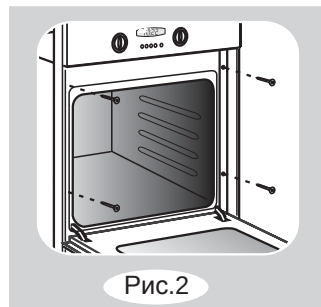

Рис.2
- Духовка устанавливается на дно ниши и закрепляется спереди (рис.2) шурупами, прилагаемыми в комплекте.